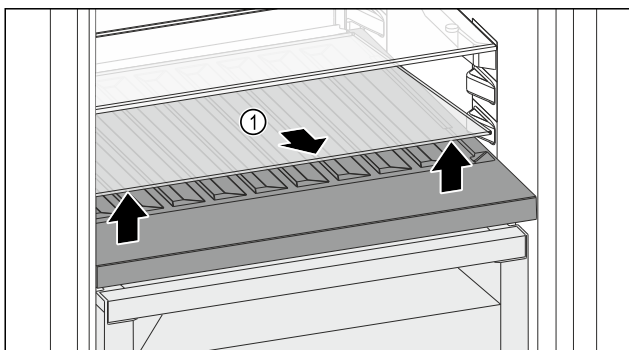

Fig. 214
- ▶ 抬起前部槽上的玻璃隔板 Fig. 214 (1) 并取出。
- ▶ 将玻璃隔板 Fig. 214 (1) 稳妥地放在冰箱外。
- ▶ 将玻璃隔板 (2) 放入可调瓶架下方。